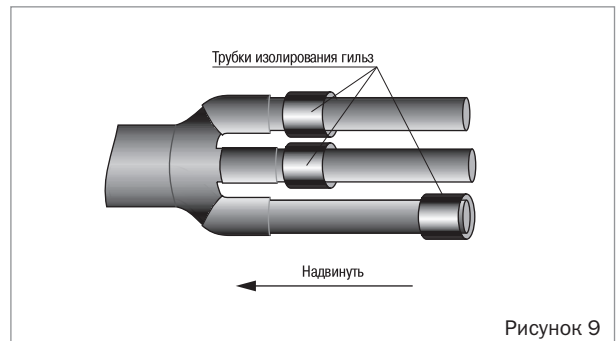

Рисунок 9
- На жилы одного из кабелей надеть термоусаживаемые трубки для изолирования гильз, сдвинув их к основанию перчатки (рисунок 9).